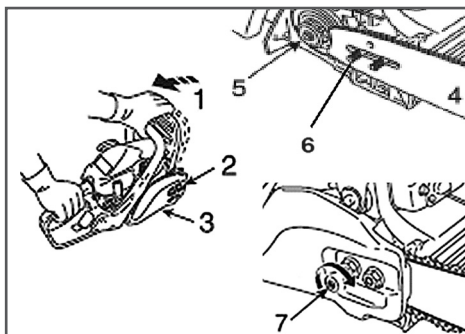

Рис. 2 Установка шины
1. Перед установкой шины и цепи убедитесь в том, что тормоз цепи находится в расторможенном положении. Для этого рукоятку тормоза 1 (Рис.2) потяните на себя до щелчка.
2. Открутите гайки 2 и снимите крышку шины 3 (Рис. 2).
3. Установите шину 4 пазом на шпильку крепления шины 6 и передвиньте ее в сторону муфты сцепления 5 для облегчения установки цепи (Рис. 2).
5. Вращая винт натяжителя цепи 7 (Рис. 2) против часовой стрелки, установите палец натяжителя в крайнее левое положение. Установите на место крышку шины 3 (Рис. 2).
- Отрегулируйте натяжение цепи (см. раздел «Регулировка натяжения цепи») вращая винт натяжителя цепи 7 (Рис. 2) по часовой стрелке.